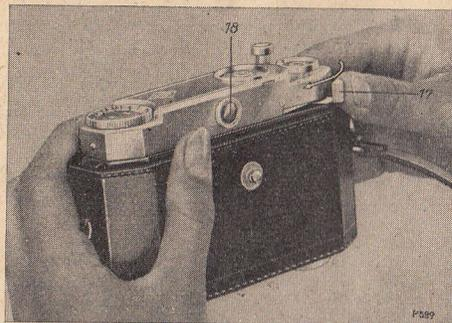
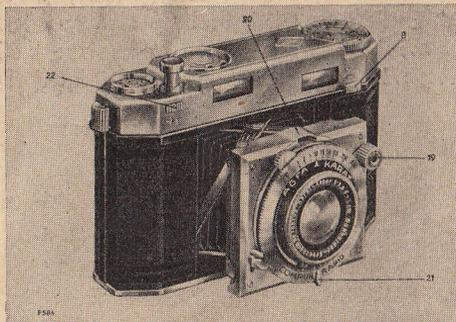

Abb. 6
Abb. 7
2. Durch den Meßsucher 18 (Abb. 6) nach dem Aufnahmegegenstand zielen (Sucher dicht vor das Auge bringen). Scharfstellhebel 19 (Abb. 7) nach oben oder unten schwenken, bis sich im Sucher die Bildhälften genau ergänzen.
4. Nach jeder Aufnahme Schnellschalthebel 17 (Abb. 6) bis zum Anschlag schwenken.
Schnell-schaltthebel Die Handhabung des Schnellschalthebels zur Filmfortschaltung ist aus der Abbildung 6 deutlich zu ersehen.
- c) Film weiterschalten durch Schwenken des Schnellschalthebels 17 (Abb. 6) bis zum Anschlag (hierbei Zähler-scheibe im Auge behalten). Diese drei Handgriffe, also a, b, und c, in derselben Reihenfolge einmal wiederholen.
c) Schnellschalthebel 18 (Abb. 6) schwenken.
Das Objektiv der Karat 2,8 ist das Schneider-Anastigmat Karat-Xenar*), Lichtstärke $f:2,8$, Brennweite $F = 5$ cm. Zur Aufnahme muß das Objektiv in Aufnahmestellung gebracht werden: Hierzu die Zuhaltung 8 (Abb. 7) in Pfeilrichtung verschieben (vergl. S. 9 Fußnote).
Das Einstellen des Objektivs auf die Aufnahmeentfernung zwischen ∞ (unendlich) und 1 m geschieht durch Bewegungen des Scharfstellhebels 19 (Abb. 7). Die eingestellte Aufnahmeentfernung (in Metern) kann in dem Fenster 20 (Abb. 7) abgelesen werden.
Durch Hin- und Herschwenken des Scharfstellhebels 19 (Abb. 7) läßt sich eine Bildhälfte gegen die andere so weit verschieben, daß beide Bildhälften genau zusammenpassen (Abb. 8 b). Bei dieser bestimmten Hebelstellung sind Entfernungsmesser und Objektiv auf den angepeilten Gegenstand scharf eingestellt.
Das Einstellen der Blende geschieht durch Verschieben des Blendenhebels 21 (Abb. 7) auf die gewünschte Blendenzahl.
Bei Sperrung der Auslösung ist zuvor der Schnell-schalthebel 17 (Abb. 6) im Sinne des angegebenen Pfeiles zu schwenken (vgl. Abschnitt „Gesperre“ auf Seite 7).